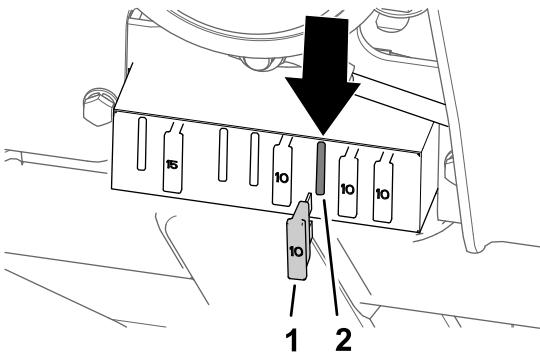

Figura 17
3. Inserite un fusibile 10 A nella scanalatura del relativo blocco situata al 3° posto da destra (Figura 17).
2. Rimuovete il fusibile 10 A dalla scanalatura nel relativo blocco situata al 3° posto da destra (Figura 17).